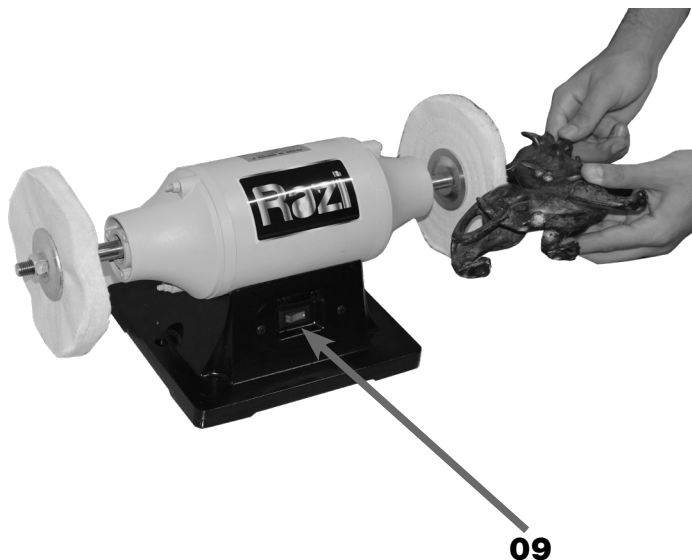

FIGURA 11 – Operação de Polimento
4. LIGAR a máquina pelo Interruptor LIGA/DESLIGA (09) (figura 11);